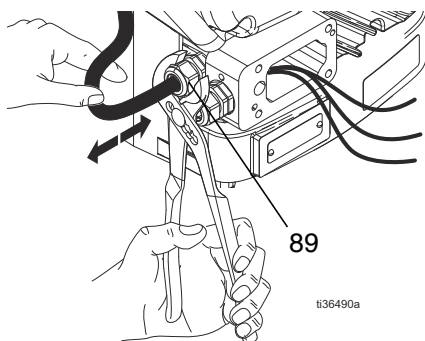

FIG. 13 : Dépose des fils du ventilateur
- Placer les fils dans le presse-étoupe du ventilateur (89) fixé au moteur (voir FIG. 13 à la page 18).
- Serrer le presse-étoupe du ventilateur (89) (voir FIG. 13 à la page 18).